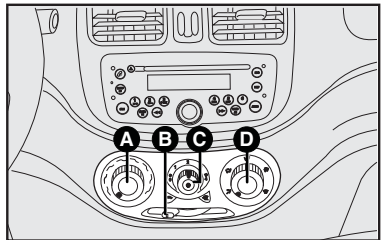

fig. 39
COMANDOS - fig. 39
1) Seletor para a temperatura do ar **A-fig. 39** totalmente posicionado à esquerda.
2) Seletor do ventilador **C-fig. 39** posicionado na velocidade máxima.
3) Seletor de distribuição do ar **D-fig. 39** apontado para **7**; controlar para que todas as saídas de ar estejam totalmente abertas.
4) Ligar o ar-condicionado apertando o seletor **C-fig. 39**.
baçamento e ativar o condicionador, apertando o seletor **C-fig. 39**.
- 1) Condicionador de ar ligado: seletor **C-fig. 39**.